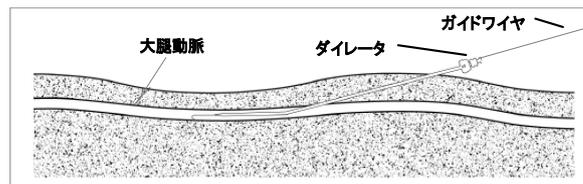
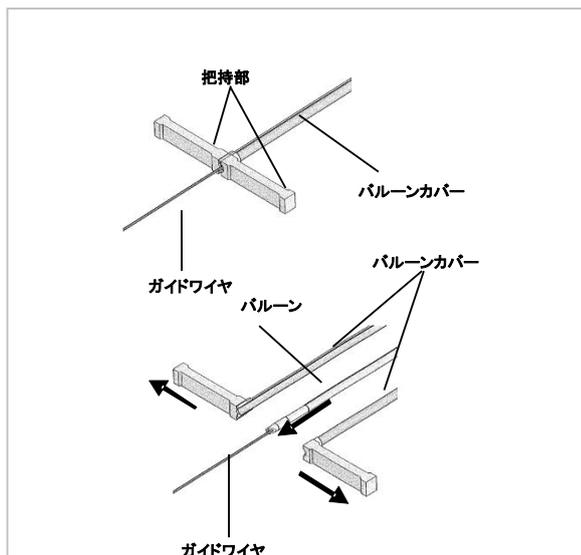
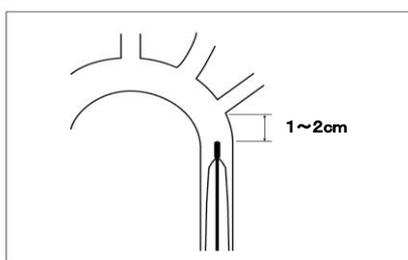

図 2. ダイレーション
図 3. バルーンカバー
図 4. バルーン先端位置
(7) 出血を手指で抑えながら、シース用ガイドワイヤ 0.88mm (0.035inch) ×800mm を穿刺針のカニューラに挿入する。	(7) 出血を手指で抑えながら、シース用ガイドワイヤ 0.88mm (0.035inch) ×800mm を穿刺針のカニューラに挿入する。
(8) ガイドワイヤが大腿動脈内まで入ったところで、カニューラを抜去する。	(8) ガイドワイヤが血管内に十分な長さまで入ったところで、カニューラを抜去する。
(9) ガイドワイヤ末端よりシース用ダイレクタを挿入し、体表から血管までの組織をダイレクションする。(図 2 参照)	(9) ガイドワイヤ手元側端部よりダイレクタをセットしたシースを挿入し、体表に 2cm 程度残るまで血管内に進める。
(10) ダイレクタのみを残し、ガイドワイヤを抜去する。	(10) シースのみを残し、ガイドワイヤとダイレクタを抜去する。
(11) バルーン用ガイドワイヤ 0.36mm (0.014inch) ×1800mm をダイレクタに通し、胸部大動脈まで進める。	(11) バルーン用ガイドワイヤ 0.36mm (0.014inch) ×1800mm をシースに通す。
(12) ガイドワイヤを残したまま、ダイレクタを抜去する。手指で皮膚を圧迫し、出血を抑える。	(12) ガイドワイヤを胸部大動脈内まで進める。IAB カテーテルのセントラルルーメン先端にガイドワイヤを挿入する。
(13) クランプなどを用いて切開部の皮膚を拡張する。	(13) IAB カテーテル体内挿入直前に、バルーンカバーの先端把持部を持ち、ゆっくと裂きながら IAB カテーテルをシースに挿入する。(図 3 参照)
(14) IAB カテーテルのセントラルルーメン先端にガイドワイヤを挿入し、体内に挿入する。(図 3 参照)	(14) バルーン部がシースを通過したら、分岐部のルーアロックからガイドワイヤが出てくるまで、ガイドワイヤに沿って、IAB カテーテルを進める。IAB カテーテルのキックを防止するため、IAB カテーテル挿入が完了するまで IAB 挿入部から 2~3cm 以内のところをつかみ短いストロークで挿入する。
(15) IAB カテーテルの体内挿入直前に、バルーンカバーの先端把持部を持ってゆっくと裂く。(図 3 参照)	(15) 手順 (17) に進む。
(16) IAB カテーテルの挿入部に近いところをやさしくつかみながらガイドワイヤに沿って IAB カテーテルを進める。IAB カテーテルのキックを防止するため、IAB カテーテル挿入が完了するまで挿入部から 2~3 cm 以内のところをつかみ短いストロークで挿入する。	—
(17) X 線透視下でガイドワイヤ先端とバルーン先端を確認しながら、ガイドワイヤに沿って IAB カテーテルを進めバルーン先端を大動脈弓部の直下に位置させる。(図 4 参照)
(18) 手順 (19) に進む。	(18) バルーン部が全てシースから出たことを以下の要領で確認する。IAB カテーテルの深度マーカ (バルーンに一番近い巾広のマーカ、またはそれ以降のマーカ) がシース内に入っていること。
(19) IAB カテーテルの位置を決めたら、ガイドワイヤを抜去する。
(20) 分岐部のセントラルルーメン側にフラッシュ用コネクタを接続し、血液を 3mL 吸引した後、IAB カテーテルのセントラルルーメンを 3~5mL の滅菌生理食塩水でフラッシュする。
(21) フラッシュ用コネクタを外し、セントラルルーメンにパンピング用スタイレットを挿入する。
(22) パンピング用スタイレットのハブに三方活栓を接続し、滅菌生理食塩水等で IAB カテーテルのセントラルルーメンを十分に満たす。